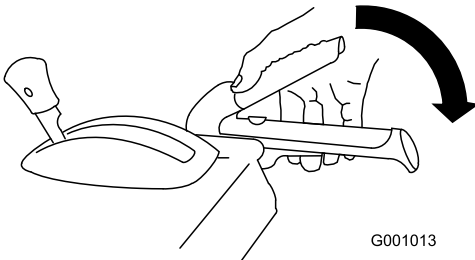

Figure 37
1. Pour engager la vis sans fin/turbine, serrez le levier droit (vis sans fin/turbine) contre la poignée (Figure 37).